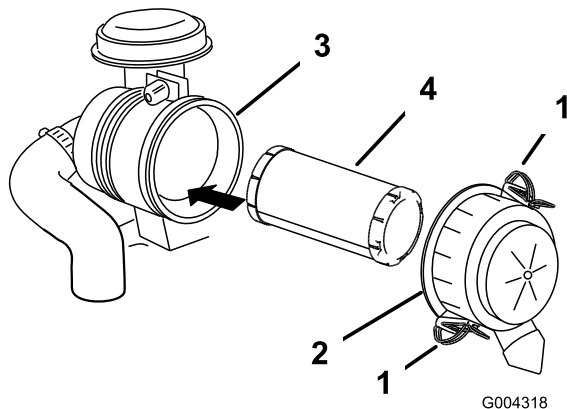

Figura 28
3. Abra los cierres del limpiador de aire y tire de la tapa del limpiador de aire para separarla de la carcasa del limpiador de aire (Figura 28).
5. Extraiga con cuidado el filtro de aire de la carcasa del limpiador de aire (Figura 28). Evite golpear el filtro contra el lado de la carcasa.
2. Deslice el filtro de aire con cuidado en la carcasa (Figura 28).
3. Instale la tapa del limpiador de aire con el lado que lleva la palabra **UP** hacia arriba, y fije los cierres (Figura 28).